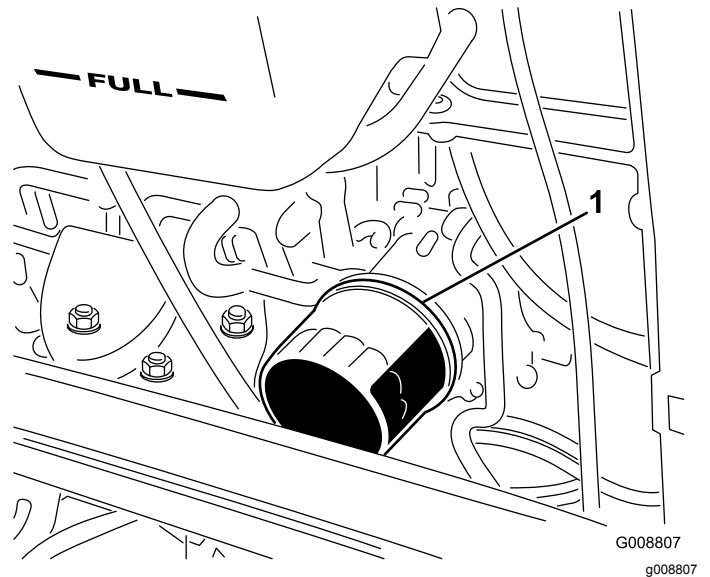

Bild 78
4. Entfernen Sie den Ölfilter (Bild 78).